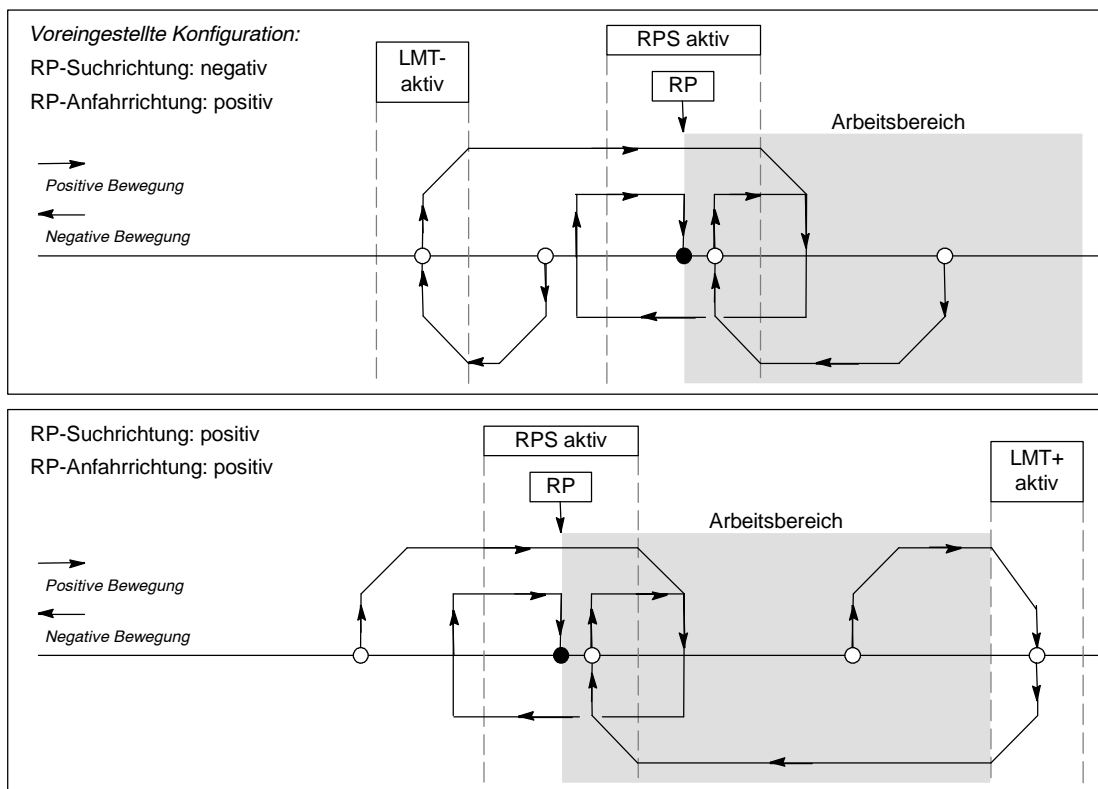

Bild 9-22 RP-Suche: Modus 2
- ❑ Bild 9-22 zeigt zwei der Optionen für den RP-Suchmodus 2. In diesem Modus wird die Lage des RP im Mittelpunkt des aktiven Bereichs des Eingangs RPS ermittelt.